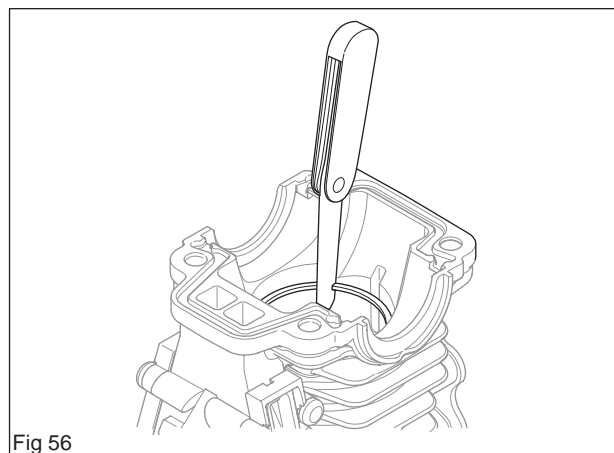

Fig 56
- mesurer l'usure du segment de piston. Elle doit être de 1 mm maximum (voir la figure 56). Utiliser le piston pour enfoncer le segment.